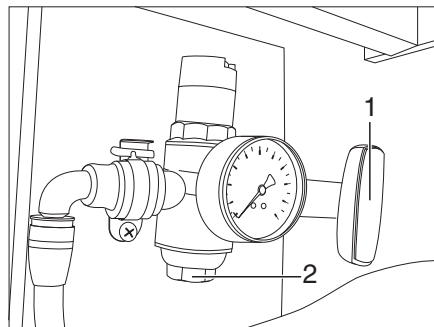

Fig. 177 Réducteur de pression (robinet d'arrêt principal fermé)
- Fermer le verre-regard (Fig. 177,2) du réducteur de pression.
- Fermer le robinet d'arrêt principal du réducteur de pression (Fig. 177,1).
- Ouvrir le robinet d'arrêt principal du réducteur de pression (Fig. 177,1).